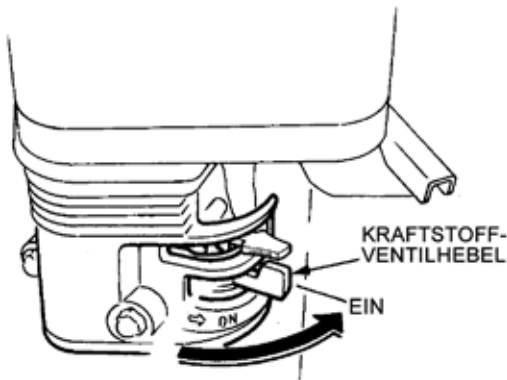

Abbildung 20. Kraftstoffventilhebel (EIN)
1. Bringen Sie den Kraftstoffventilhebel (Abbildung 20) des Motors in die Stellung "EIN".